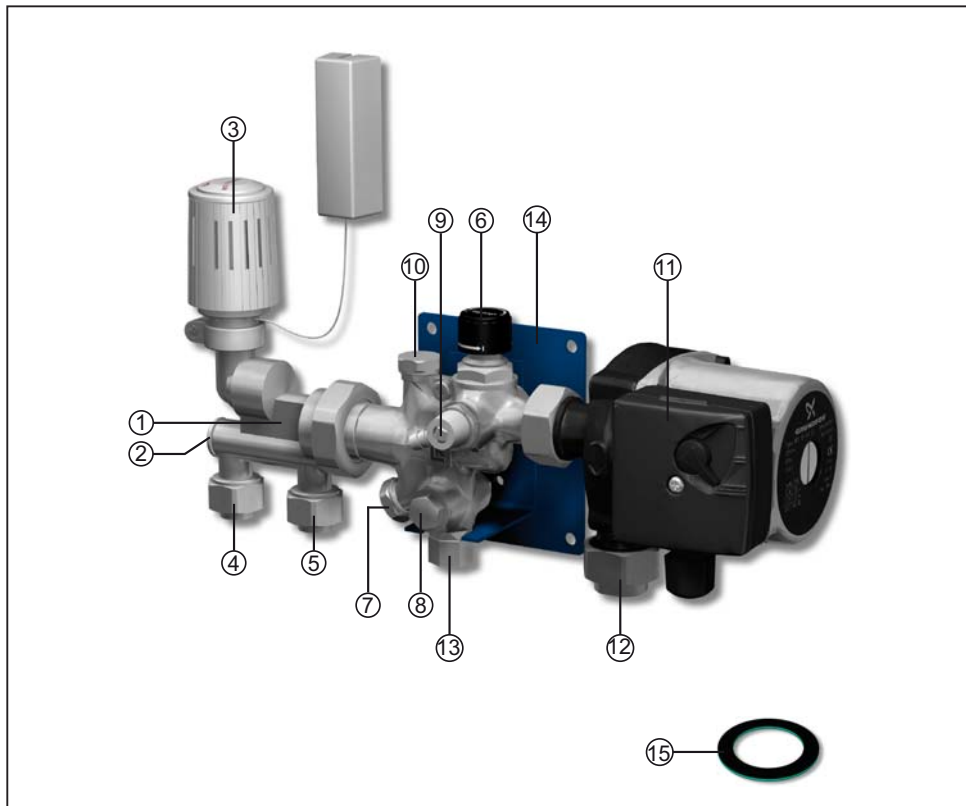

Bild 1. LK Minishunt M60.
- Montera ihop cirkulationspumpen och ventillhuset med fiberpackningen mellan, enligt "Bild 1".
- Montera den bipackade termostaten (3).